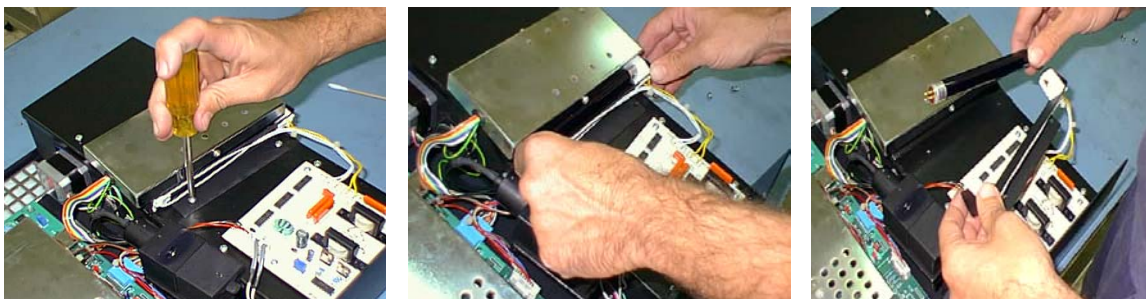

Fig. 8.
- Gire el tubo fluorescente 90° aproximadamente y extráigalo de los sockets. Vea Fig. 8.